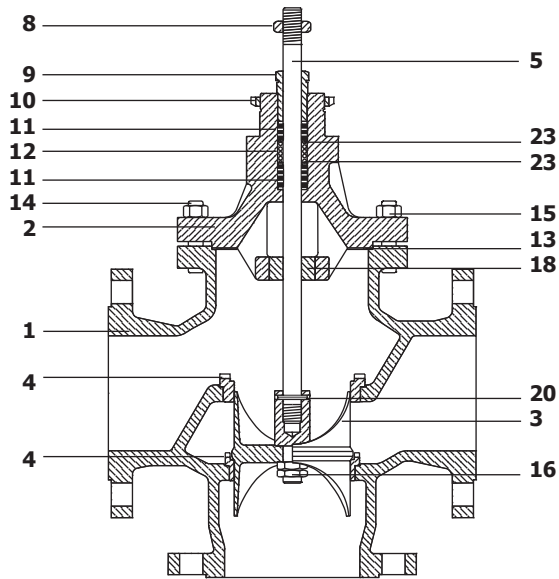

Рис. 1 Смешивающий клапан
4.2.1 Процедура замены шевронного (PTFE) уплотнения штока (см. рис. 1, 2 и 4)
- c) Открутите стопорную гайку (8).